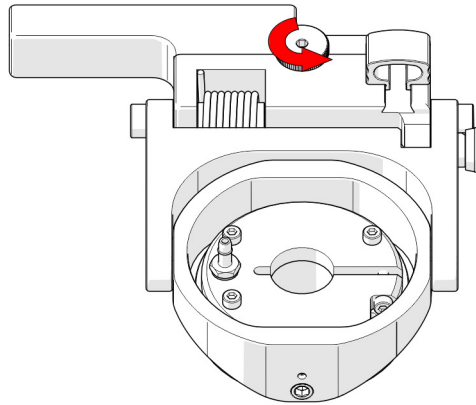

Abbildung 2-36 Lockern Sie den Drehknopf.
2. Drehen Sie den Einstellknopf für den Prüfkopfhalter (siehe Abbildung 2-36 auf Seite 74).